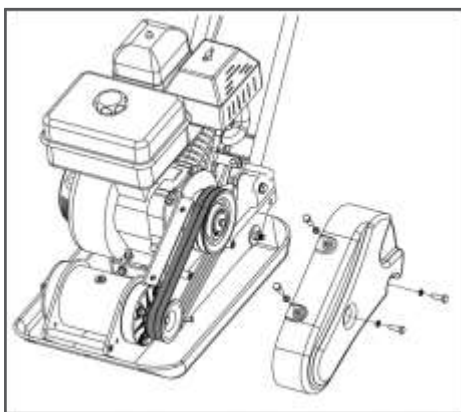

Рис.6
**ПРИМЕЧАНИЕ!** На новой виброплите или после установки новых ремней проверьте состояние и натяжение ремней после первых 25 часов работы. Далее ремни привода вибратора необходимо проверять через каждые 50 часов работы. Проверка клиновых ремней (Рис.6):